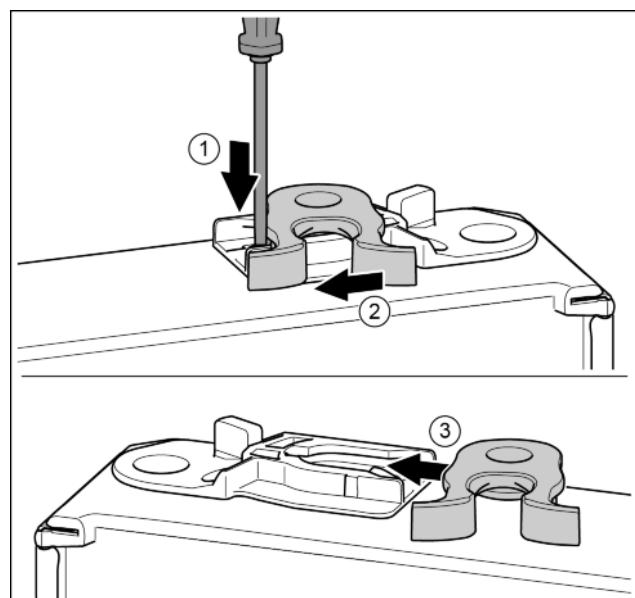

Fig. 18
- ▶ Odvijačem s prorezom pritisnite jezičac prema dolje. Fig. 18 (1)
- ▶ Izvucite kuku za zatvaranje iz vodilice. Fig. 18 (2)
- ▶ Gurnite kuku za zatvaranje na drugoj strani u vodilicu. Fig. 18 (3)